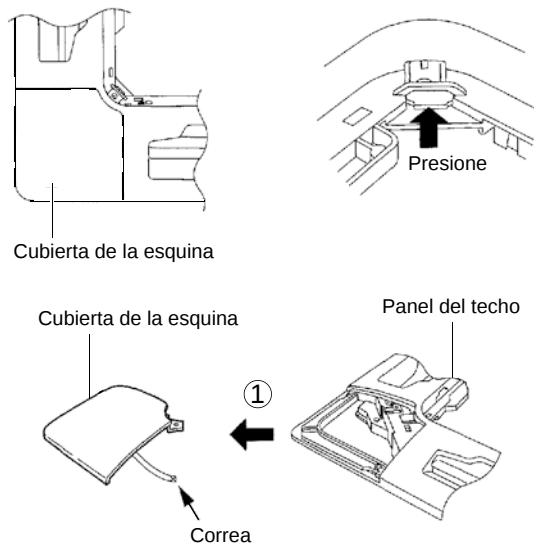

Fig. 9-6
- (2) Extracción de la cubierta de la esquina
- a) Deslice la cubierta de la esquina en el sentido mostrado por la flecha (1) para extraer la cubierta de la esquina. (Fig. 9-6)